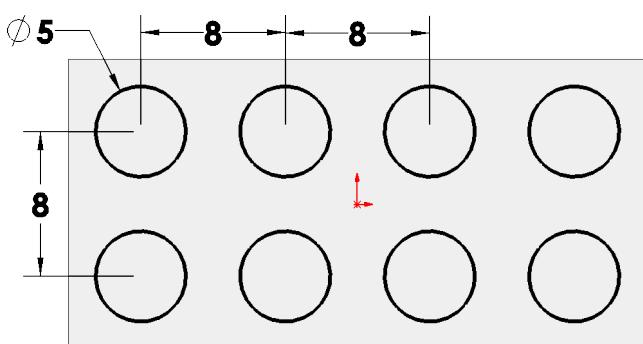

Fig. 32
Step 17. Add dimensions, Fig. 32.